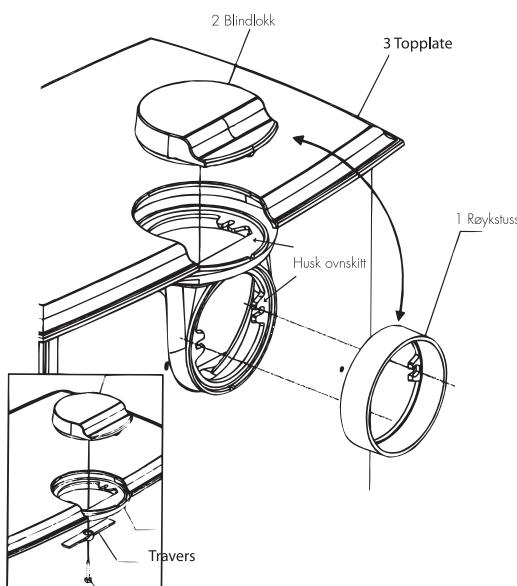

Fig. 3 Montering av blindlokk (2) og røykstuss (1)
2. Monter røyktut og blindlokk. Røykuttaket kan plasseres bak eller på toppen og festes med skruer, skiver og muttere som vist på fig. 3.
**NB! Strammes skruen for blindlokket for hardt til kan travers knekke.** Se fig. 3.